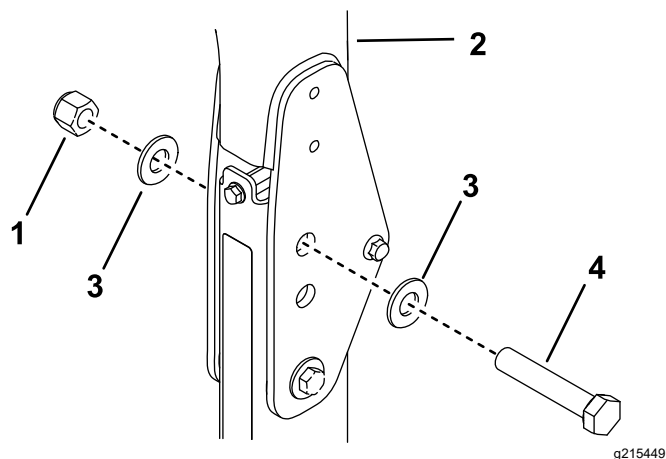

Figura 37
2. Inserite una rondella (13/16" x 1½") su ciascun bullone (¾" x 4"), come illustrato nella Figura 37.
3. Nei fori da cui sono state estratte le spine, installate bulloni e rondelle (Figura 37).
4. Montate un'altra rondella su ciascun bullone e fissate con un dado (¾"), come illustrato nella Figura 37.